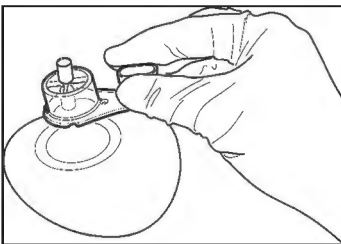

Figura 3
3. Ținând dispozitivul ELD așa cum este indicat în figura 3, plasați baza suportului ELD pe țesutul pacientei, deasupra expanderului tisular implantat.